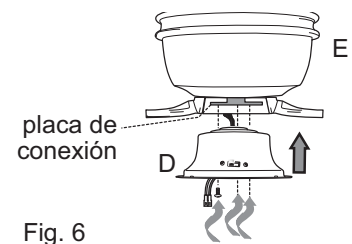

Fig. 6
6. Alinee los agujeros con ranura en la caja del interruptor (D) con los tornillos aflojados en la placa de conexión y gire la caja del interruptor (D) para cerrarla. Vuelva a introducir el tornillo que se quitó en el paso 5 en la página anterior, y luego apriete bien los tres tornillos. [Fig. 6]